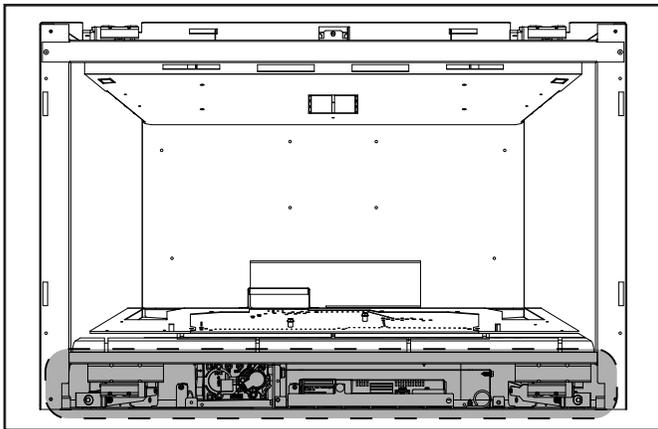

Figure 3.7 Cavity des commandes
1. Accédez à la cavité des commandes de l'appareil. Voir la figure 3.7 pour l'emplacement. La façade décorative devra être enlevée.